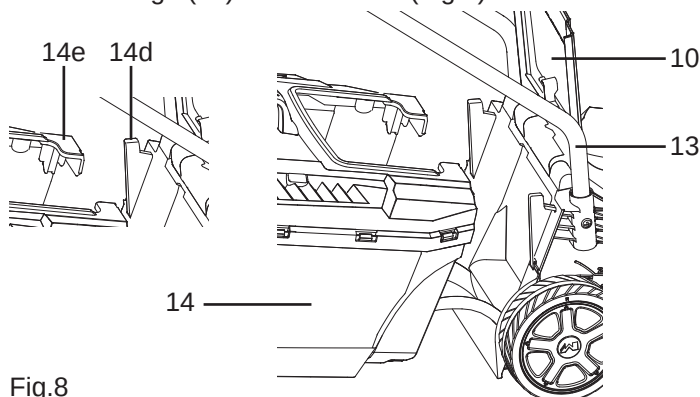

Fig.8
- > Soulevez le déflecteur (13) et tenez-le dans cette position.
- > Alignez les supports (14e) avec les crochets (14d) et accrochez le bac de ramassage (14) à la tondeuse (Fig.8).